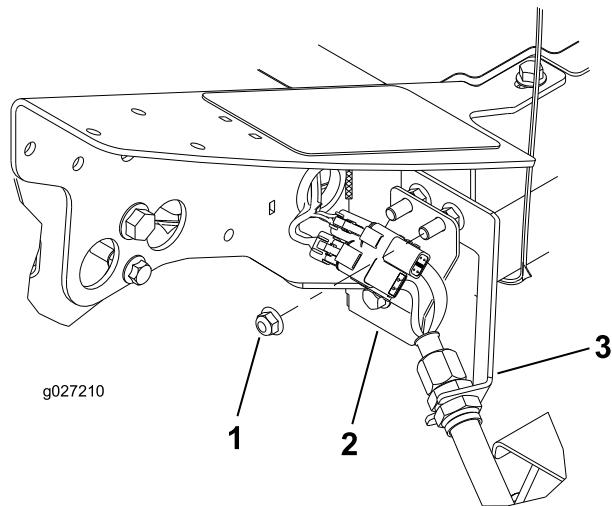

Рисунок 11
3. Установите пластину с соединителями на монтажные болты перегородки в таком положении, как показано на Рисунок 11.
1. В переднем левом углу рамы (расположение режущего блока №4) отверните дополнительную гайку с фланцевой головкой с болта крепления кронштейна перегородки к машине (Рисунок 11).